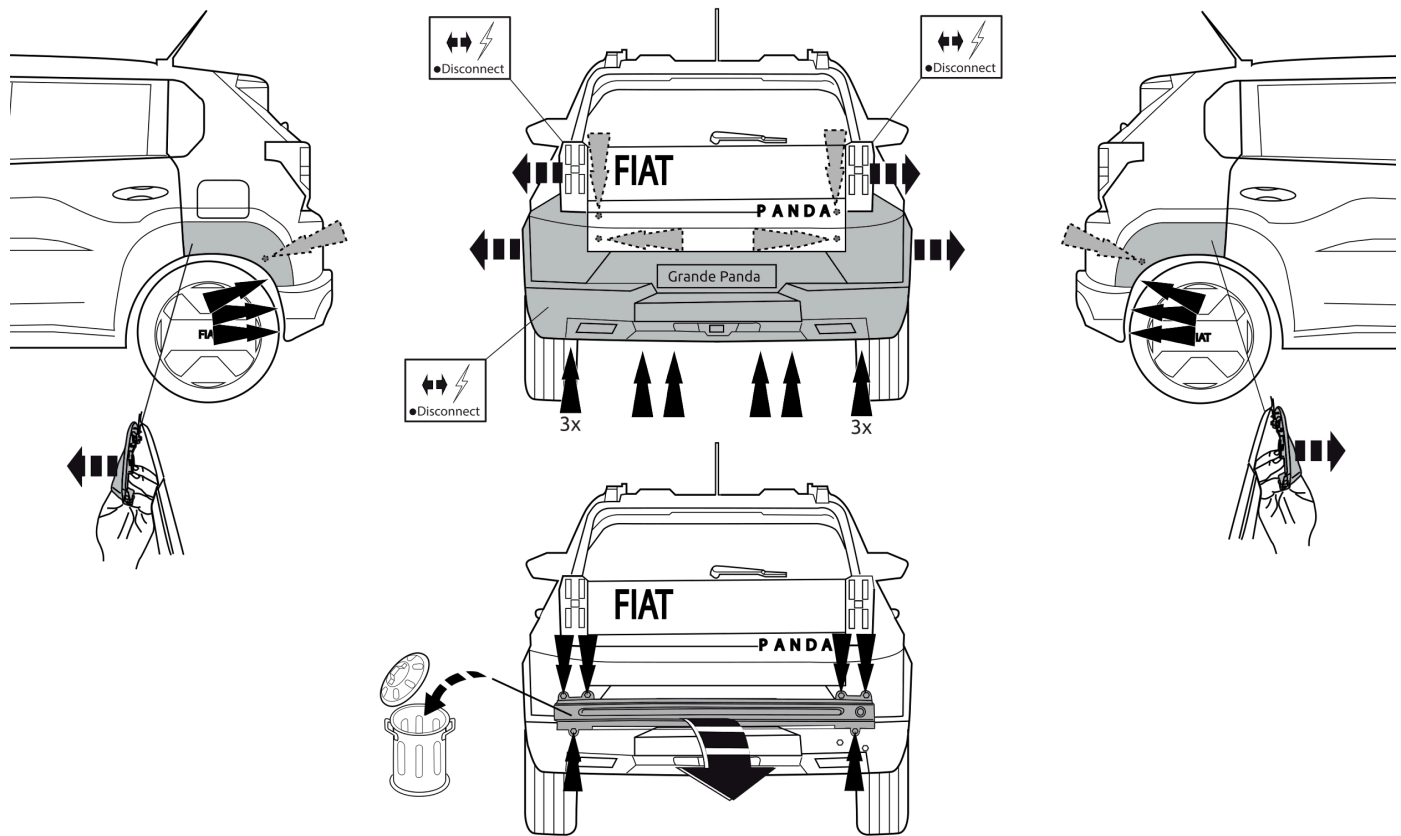

Fig. 8
2. DS 3 / Citroën (e)-C3/C4X / Fiat Grande Panda: Снять бампер вместе со буферным брусом автомобиля. Буферный брус больше не понадобится. См. рисунок 8 -> 14.